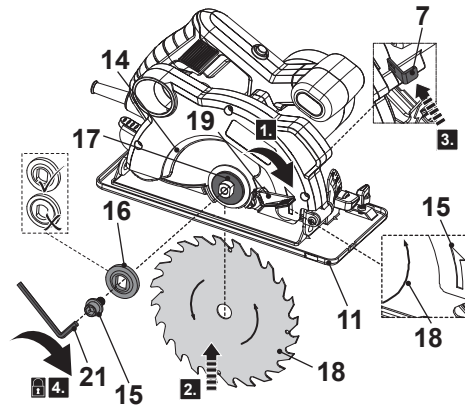

Fig. 2
5. Abrir completamente a guarda inferior (14) movendo a alavanca de retracção (19) para a frente e mantê-la em posição. (Fig. 2, passo 1).
6. Verificar primeiro a orientação da flange de suporte (17) no fuso, depois inserir a lâmina da serra (18) a partir da ranhura da placa de base (11) e colocá-la no fuso (Fig. 2, passo 2).
7. Certifique-se de que o sentido de rotação indicado na lâmina de serra (18) é o mesmo que o indicado na guarda superior (5).
8. Mova cuidadosamente a alavanca de retracção (19) de volta à sua posição inicial para fechar a guarda inferior (14).
9. Fixar a lâmina da serra (18) com a flange de bloqueio (16) e o parafuso de bloqueio (15), assegurando que a flange de bloqueio (16) está correctamente orientada. Bloquear o fuso pressionando a alavanca de bloqueio do fuso (7) (Fig. 2, passo 3) e apertar o parafuso de bloqueio (15) no sentido horário com a chave hexagonal (21) fornecida (Fig. 2, passo 4).
10. Rode a lâmina da serra (18) manualmente para testar se está a rodar suavemente. A lâmina não deve esvoaçar.
11. Ligar o produto e deixá-lo rodar ocioso durante cerca de um minuto, para confirmar se a lâmina de serra foi instalada correctamente. Se encontrar qualquer vibração anormal ou ruído excessivo, desligar o produto e voltar a montar a lâmina de serra (18) de acordo com as instruções acima.